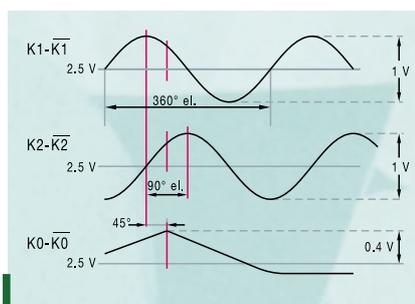

Bild 4: Sinussignale eines Sinus-Tachos können aufgrund ihres steten Verlaufs zwischen den Nulldurchgängen interpoliert werden (➔ Seite 13).
**Sinus-Tachos** liefern eine Folge von **Sinusschwingungen** (➔ Bild 4), aus denen durch **Interpolation** zusätzliche Meßwerte zwischen den Nulldurchgängen abgeleitet werden können. Dem Drehzahlregler stehen damit Meßwerte mit höherer Auflösung zur Verfügung.